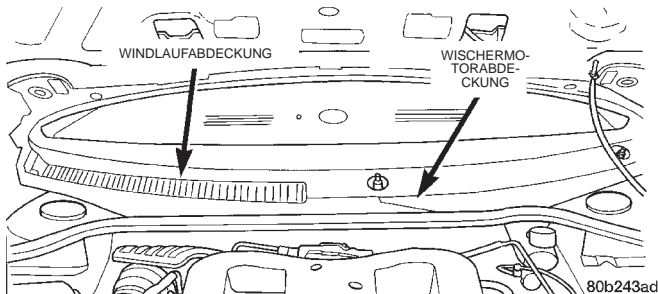

Abb. 4 Wischermotorabdeckung und Windlaufabdeckung
(5) Wischerarme von den Gelenkbolzen abbauen. Dazu die Wischerarme auf den Gelenkbolzen so lange hin- und herbewegen, bis sie sich abziehen lassen.
(6) Abdeckung des Wischermotors und Windlaufabdeckung ausbauen (Abb. 4).